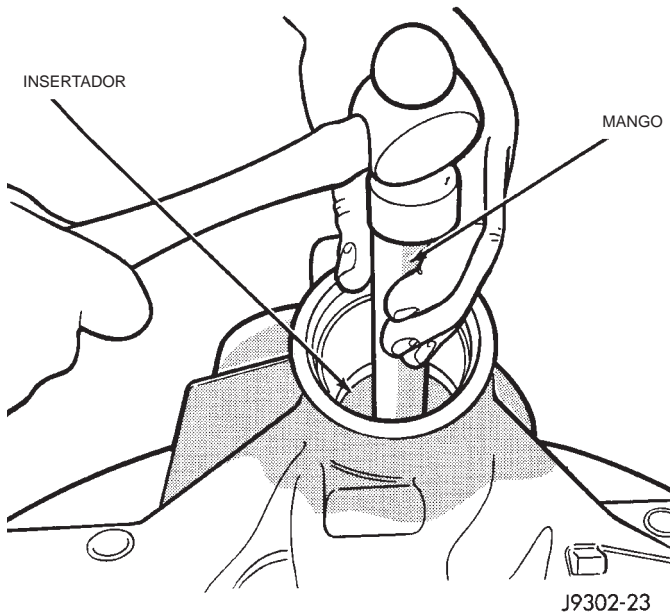

Fig. 48 Desmontaje de la cubeta del cojinete trasero
(10) Retire de la caja la cubeta del cojinete trasero (Fig. 48). Use el extractor C-4307 y el mango C-4171.